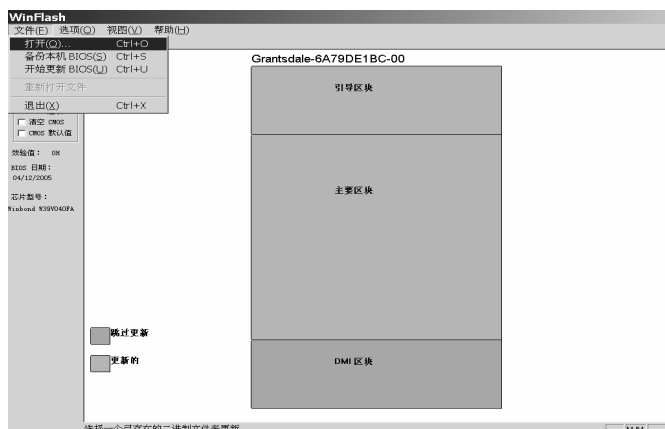

图 10-32 WinFlash 文件菜单
③单击“文件”菜单，如果要备份 BIOS，则选择“备份本机 BIOS”选项；如果要更新则选择“打开”选项，然后选择下载的 FCG9123.BIN 文件，如图 10-32 所示。